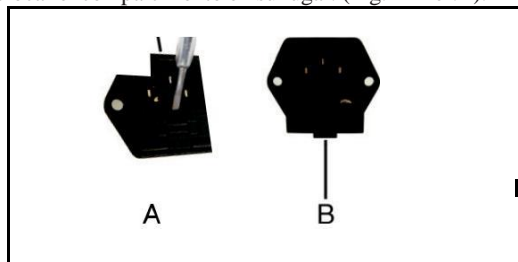

Fig. 12
10.1 Introduzca la punta plana de un destornillador en el hueco del compartimento de fusibles debajo de la toma de corriente y úselo como palanca (Fig.12-Ref.A);
10.2 Extraiga el compartimento de fusibles (Fig.12-Ref.B);
10.4 Vuelva a colocar el compartimento en su lugar. (Fig.12-Ref.B).